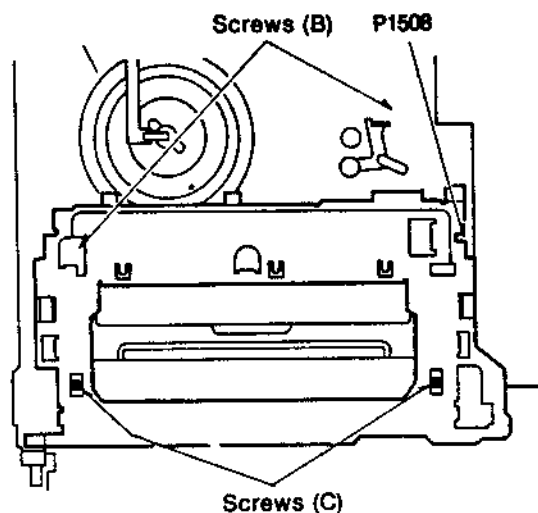

Fig. 4-18
- Die obere Abdeckung wieder anbringen und die beiden Schrauben (A) festdrehen. Anschließend die 4 Schrauben (B) und (C) festdrehen, wie in Fig. 4-18 angegeben. Das Kabel wieder am P1508 anschließen.